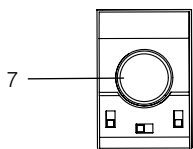

Рис. 1 - Состав прибора
Несущая конструкция тепловентилятора (Рис.1) состоит из корпуса (2) крышки (1). На лицевой части расположена решётка (4). Прибор крепится на стену при помощи кронштейна настенного (5) и имеет возможность поворота. Угол поворота фиксируется винтами-барашками (3). Управление прибором производится при помощи пульта (7). Вентилятор (6) затгивает воздух через отверстия воздухозаборной решетки. Воздушный поток, втянутый вентилятором в корпус, проходя между пет-